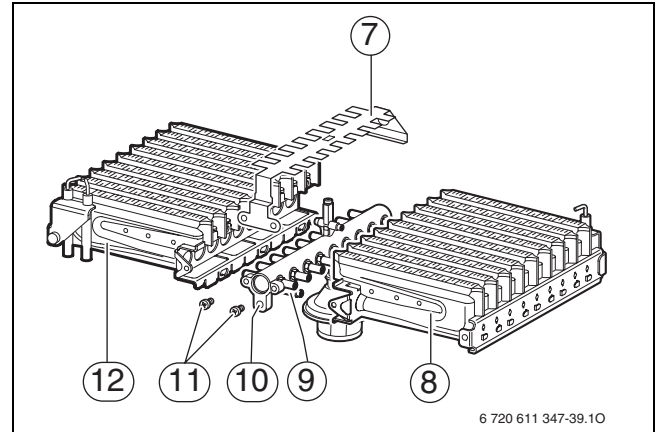

Рис. 45
- ▶ Видалити гвинти (11) (→ рис. 45).
- ▶ Зніміть міст (7).
- ▶ Зніміть гвинти на точках кріплення (9). Зніміть ліву та праву частину пальника (12 та 8) із штуцера (10).